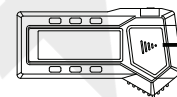

fig. 4
- Remova a tampa da bateria (fig. 4)